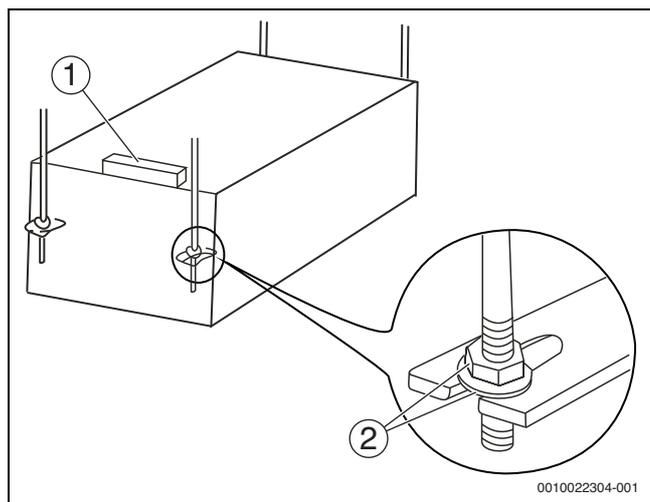

Рис. 14
- 8. Используйте уровень, чтобы расположить корпус блока горизонтально (→ рисунок 14).
9. Все соединения должны быть герметичными (→ рисунок 14, [2]).